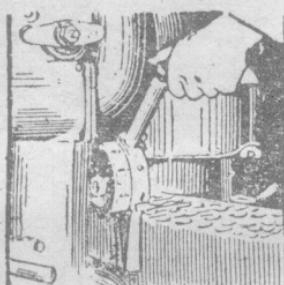

图 8 減压杆放在“发动”位置
19. 当起动发动机剛开始以正常速度轉动柴油机后，立即将減压杆放到中間位置，然后再放到“发动”位置（图 8）。